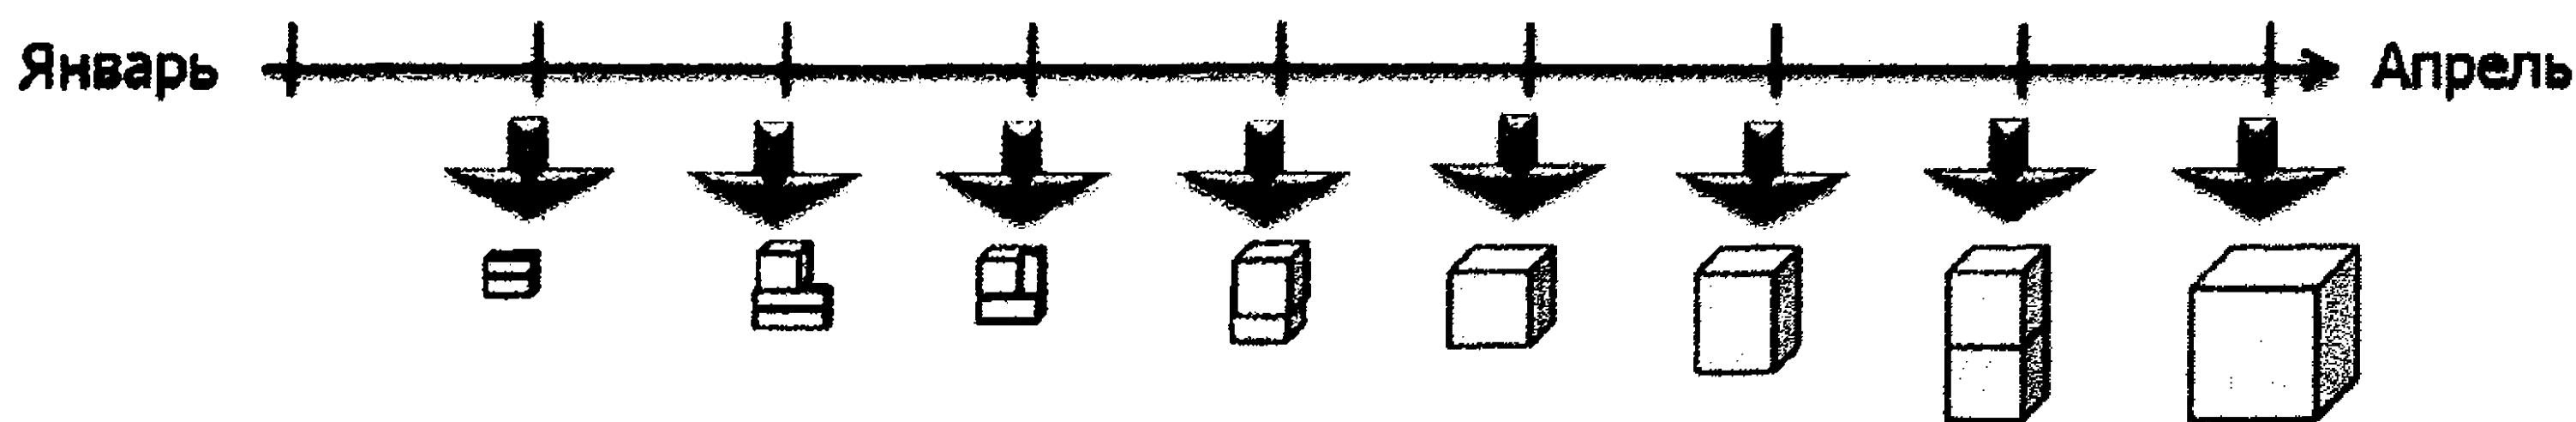

Рис. 2.3. Разбиение времени на итерации (спринты)
4. **Разделить время** на короткие итерации фиксированной длины (обычно 1–4 недели) — **спринты** так, чтобы после каждой итерации проводилась демонстрация потенциально готового продукта (рис. 2.3). Каждый день проводится **скрам-митинг**, на котором команда синхронизирует свою работу и обсуждает проблемы.